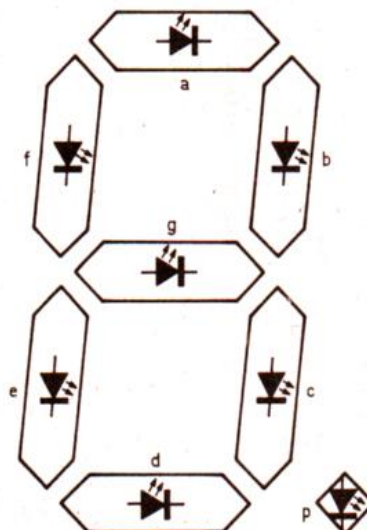

Fig. 10
Il est constitué de 7 diodes LED se présentant sous forme de segments (fig. 10) désignés par les sept premières lettres de l'alphabet. La plupart de ces afficheurs possèdent un point lumineux (P) représentant la virgule. Suivant l'excitation des diodes, les chiffres de 0 à 9 peuvent être représentés, ainsi que les A à F, utilisées pour le système hexadécimal (les lettres « b » et « d » sont alors représentées en minuscules).